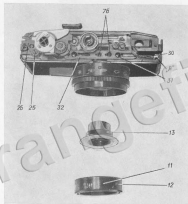
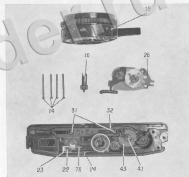
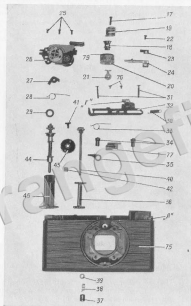
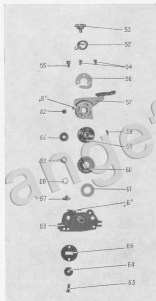

Рис. 4
Рис. 5
Рис. 6
Рис. 8
2.5. Отвернуть три стопора 11 (рис. 4), снять дистанционное кольцо 12 и повернуть объектив 13.
2.7. Вынуть цилиндрическое колесо 16 (см. рис. 5).
2.8. Отвернуть винт эксцентрика 17 (рис. 6), снять эксцентрик 18 с пружиной 19, снять указку 20 с храповиком и индекс 21.
2.9. Отвернуть винт 22 (см. рис. 5, 6), снять планку 23 и пружину 24 с пальцем.
2.10. Отвернуть три винта 25 (см. рис. 4, 6) и снять узел 26 палаты с курком.
2.11. Снять собачку 27 (см. рис. 6), пружину 28 и шайбу 29.
2.12. Снять пружину 30 (см. рис. 4, 6) с упора «А», отвернуть два винта 31 (см. рис. 5, 6) и снять сборку 32 планки с рейкой.
2.13. Снять пружину 33 (см. рис. 6) и штифты 34.
2.16. Отвернуть винт 41 (см. рис. 5, 6), придерживая штифт 42 (см. рис. 6), и снять цилиндрическое колесо 43 с палладия.
2.17. Вынуть фрикцион 44 (см. рис. 6) и катушку 45.
3.2. Разборка узла 26 (см. рис. 5, 8) платы смурком.
Снять пружину 52 (см. рис. 8).
3.3. Разборка узла 15 (см. рис. 5, 9) затвора.
4.2. Сборка узла 26 (см. рис. 5, 8) платы с курком.
4.3. Сборка узла 15 (см. рис. 5) затвора.
5.1. Повернуть шайбы фрикциона 44 (см. рис. 6) так, чтобы их выступы сошлись.
5.5. Смазать трущиеся поверхности втулок 20 смазкой ГОИ-54П. Установить планку с рейкой 32 (см. рис. 4) на втулку 34 (см. рис. 4, 6) и закрепить винтами 31, смазкой трущихся поверхностей планки 32 (см. рис. 4) смазкой ГОИ-54П. Проверить от руки плавность движения планки с рейкой. Закрепить один конец пружины 30 (см. рис. 6) за планку, другой — за упор «А» (см. рис. 4).
5.7. Установить узел 26 платы с курком на выступе корпуса фотоаппарата, завести два пальца зубчатого колеса 43 в отверстие храпового колеса 65 (см. рис. 8), и закрепить тремя винтами 25 (см. рис. 4, 6).
5.8. Открутить винты 76 (см. рис. 6) и сдвинуть рейку 77 в крайнее положение (от курка).
5.9. Смазать трущиеся поверхности цилиндрического колеса 16 (см. рис. 5) смазкой ГОИ-54П и вставить в корпус так, чтобы вилка акала в вертикальное положение.
Спустить затвор и установить на корпус фотоаппарата, введя заводную ось затвора в отверстие и втулку цилиндрического колеса 16. Совместить фиксирующие выступы затвора с пазами корпуса фотоаппарата и слегка закрепить винтами 14 (см. рис. 4, 5).
5.11. В экстремальном положении курка отжать винты 76 (см. рис. 4, 6) рейки 77 (см. рис. 6) сдвинуть рейку в сторону курка до упора. Отрегулировать ход затвора следующим образом.
Повернуть курок и, слегка придерживая зубчатый барабан 36, плавную нагрузку фотоаппарата пленкой, добившись такого положения, когда плавка 22 (см. рис. 4) и рейка 77 (см. рис. 6) останутся, а затем резко вынуть водохранилище в исходное положение. В момент останова рейки 77 винты 76 должны быть зажаты окончательно.
5.15. Смазать в хранилке 20 (см. рис. 6) отверстие под эксцентрик 18 смазкой ГОИ-54П. Надеть на эксцентрик пружину 19, введя конец пружины в паз эксцентрика, опустить в отверстие эксцентрика винт 17. Внести эксцентрик с пружинкой и винтом в хранилку, надев другой конец пружины на палец хранилки.
5.16. Установить на корпус фотоаппарата пружину 24 (см. рис. 5, 6) с пальцем и планку 23 и укрепить предвременно винтом 22.
5.17. Не открывая заднюю крышку фотоаппарата, отрегулировать рычаг 78 (см. рис. 5), толкающий счетчик. Во время первого ковода затвора рычаг должен входить в зацепление с четвертым пазом храповика и поворачивать его на угол, достаточный для переопределения конца пружины 24 в соседнюю впадину.
Регулировка производится поворотом эксцентрика $\left(\frac{\text{Счетчик}}{8-2} \right)$ или подвижной вилки «Г» плавки 32 (см. рис. 6).